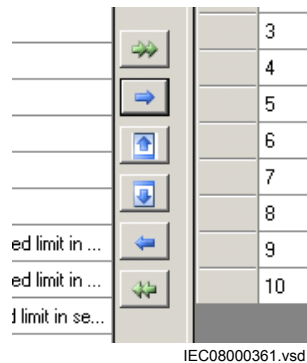

Figure 76: CMT : boutons de déplacement
3. Appuyer sur le bouton affichant une double flèche verte pour insérer tous les signaux dans la configuration, voir Figure 76.